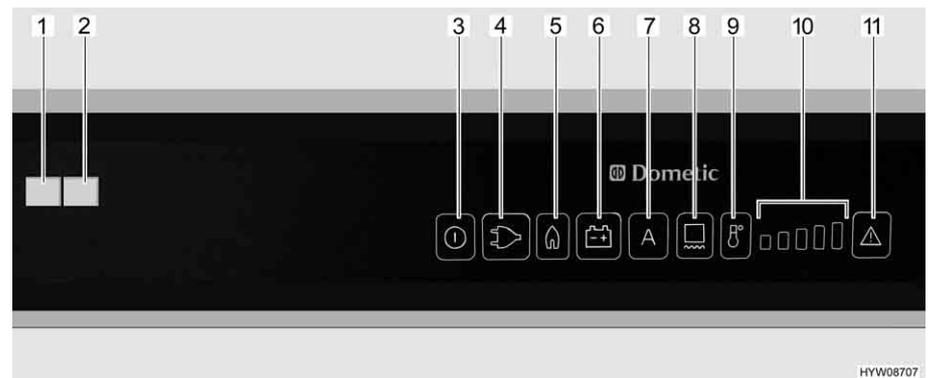

Fig. 177 Elementi di comando per il frigorifero (Dometic RMD)
Se è impostata la modalità di funzionamento "AES", la tensione a 230 V **non** è allacciata e il motore del veicolo è **spento**, il sistema AES seleziona il rifornimento di gas. Selezionando il funzionamento a gas, il dispositivo di sicurezza si apre automaticamente, così che il gas possa fluire al bruciatore. Contemporaneamente si inserisce l'accenditore elettronico. Se la fiamma del gas si spegne, p. es. a causa di un colpo di vento, l'accenditore viene subito azionato riaccendendo il gas. In caso di guasto del funzionamento a gas, lampeggiano i tasti luminosi "Gas" (Fig. 177,5) e "Guasto" (Fig. 177,11). La spia di controllo "Guasto" (Fig. 177,1) è accesa e viene emesso un allarme acustico per 20 secondi.
Dopo l'accensione il frigorifero seleziona automaticamente la regolazione intermedia del termostato. Questa regolazione può essere modificata manualmente tramite il tasto di selezione del livello di temperatura (Fig. 177,9). Le spie di controllo (Fig. 177,10) indicano la temperatura selezionata sul termostato. Il tasto di selezione del livello di temperatura permette di regolare la temperatura di refrigerazione per tutti e tre i tipi di energia. Ci vogliono alcune ore prima che il frigorifero raggiunga la temperatura normale di esercizio. Cambiando la modalità di funzionamento la regolazione del termostato non viene modificata. La temperatura di refrigerazione è indipendente dal tipo di energia utilizzata.
- Accendere il riscaldamento del telaio per 2 ore: Premere una volta il tasto (Fig. 177,8). Sull'indicazione dei gradi di temperatura (Fig. 177,10) si accende una barra.
- Accendere il riscaldamento del telaio per 5 ore: Premere due volte il tasto (Fig. 177,8). Sull'indicazione dei gradi di temperatura (Fig. 177,10) si accendono due barre.
- Regolazione del riscaldamento del telaio ad esercizio continuo: Premere tre volte il tasto (Fig. 177,8). Sull'indicazione dei gradi di temperatura (Fig. 177,10) si accendono tre barre.
L'indicazione dei gradi di temperatura (Fig. 177,10) indica per alcuni secondi la durata di esercizio del riscaldamento del telaio.
Nel caso di temperature esterne ed umidità dell'aria elevate è possibile che si formino gocce d'acqua sul telaio in metallo del vano congelatore. Per questo motivo il frigorifero è dotato di un riscaldamento del telaio per il vano congelatore. Nel caso di temperature e umidità dell'aria elevate, accendere il riscaldamento del telaio con il tasto (Fig. 177,8). È possibile così evitare fenomeni di corrosione. Quando il riscaldamento del telaio è acceso, si accende il tasto luminoso (Fig. 177,8).
- Premere il tasto On/Off (Fig. 177,3) per circa 2 secondi. Il frigorifero si accende e viene visualizzato l'ultimo tipo di energia impostato, oppure "AES".
- Impostare la temperatura di refrigerazione con il tasto di selezione del livello di temperatura (Fig. 177,9). Le spie di controllo (Fig. 177,10) indicano la temperatura selezionata sul termostato.
- Premere il tasto On/Off (Fig. 177,3) per circa 2 secondi. Il frigorifero si spegne e le indicazioni smettono di lampeggiare.